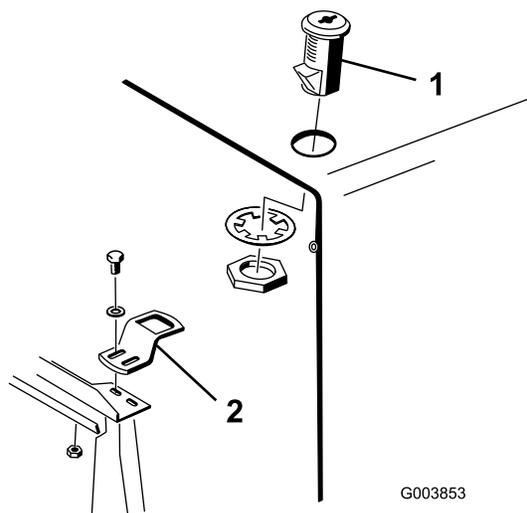

Figure 4
3. Montez le commutateur de verrouillage sur le capot au moyen d'une rondelle-frein et d'un écrou. Positionnez le commutateur en dirigeant le verrou vers l'avant de la machine (Figure 4).
- Montez le support de verrou sur le support du radiateur, sans le serrer, au moyen de 2 boulons (1/4 x 3/4 pouce), rondelles plates et contre-écrous (Figure 4).